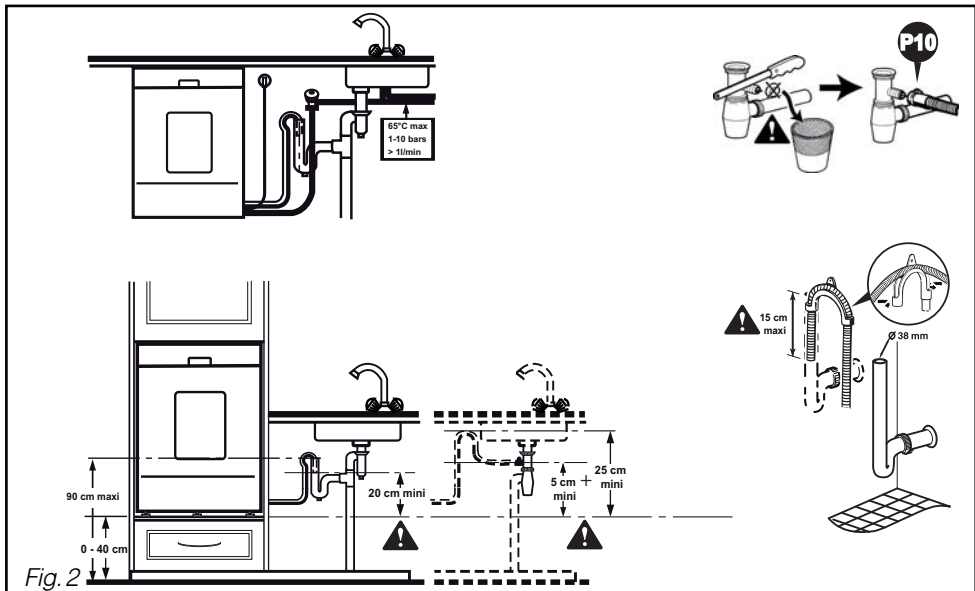

Fig. 2
• DRAINING AWAY THE WASTE WATER: FIG. 2